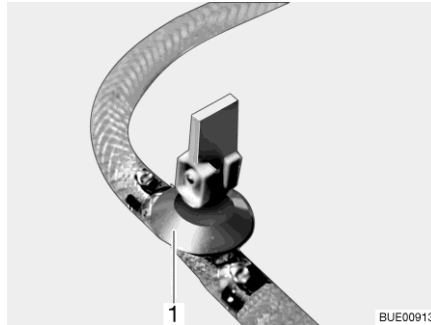

Bild 168 Ablasshahn (mit Kipphebel)
- Alle Ablasshähne schließen. Dazu den Kipphebel des Ablasshahns (Bild 168,1) waagrecht stellen.